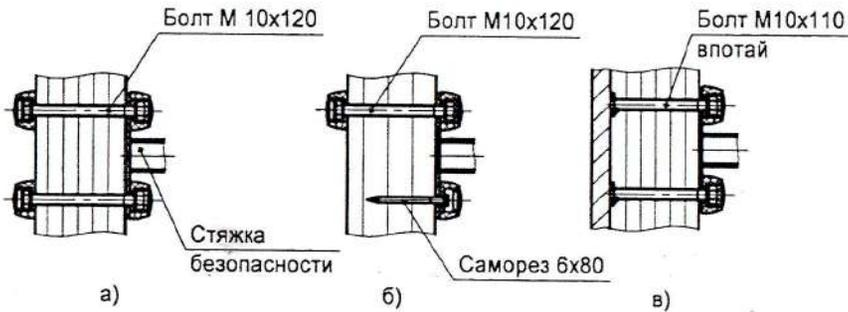

Рисунок 5
- между столбами 1.2-1.3, 1.4-1.5, 1.5-1.6, 2.1-2.2, 2.2-2.3 - болт М10х120-4шт.х5 (рисунок 5а);
- между столбами 1.2-1.5, 2.2-2.5- у столбов 1.2, 2.5 вверху- болт М10х120-1шт.х2, внизу-саморез 6х80-1шт.х2 (рисунок 5б), у столбов 1.5, 2.2 - болт М10-х120-2шт.х2 (рисунок 5а);
- между столбами 2.1-2.6 - у столба 2.6-болт М10х110 -2шт. впотай (рисунок 5в), у столба 2.1- болт М10х120-2шт.
- между столбами 1.1-1.6 : у столба 1.1 болт М10х110 - 2 шт.впотай (рисунок 5в), у столба 2.1-болт М10х120-2шт. (рисунок 5а).